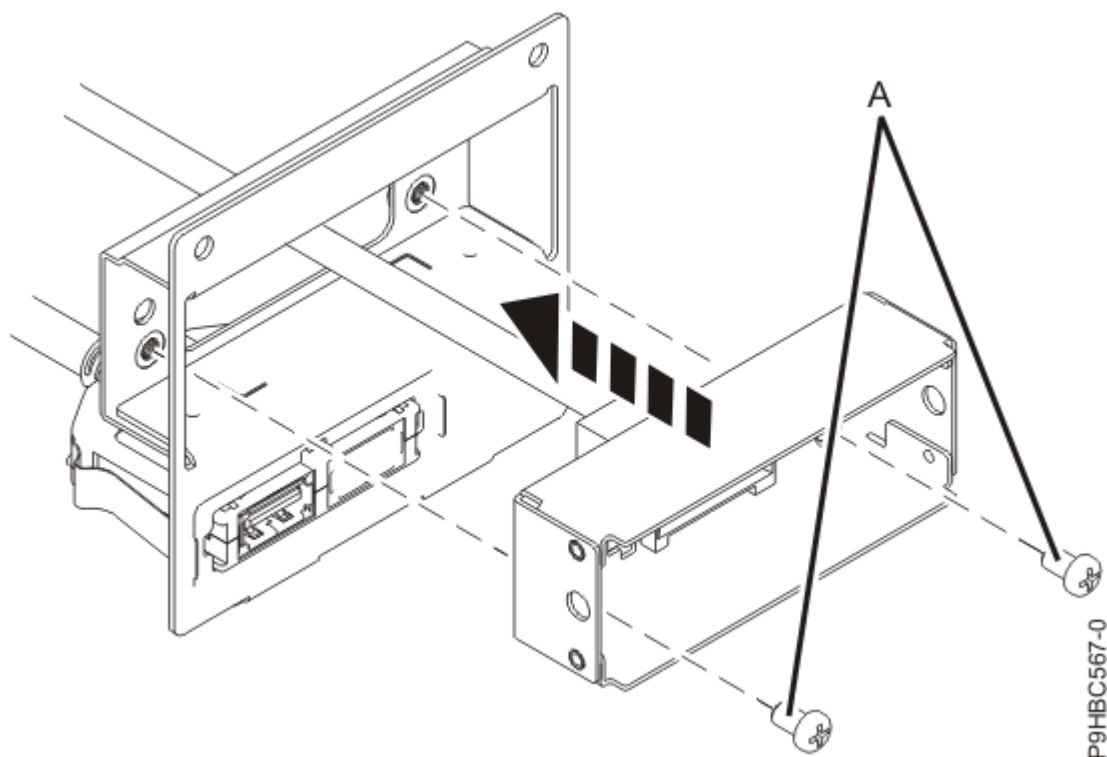

図 116. ラック・マウント型システムのハウジングへのコントロール・パネル・ディスプレイ・ケーブルの取り付け
2. ラック・マウント型システムの場合、2つのねじ **(A)** を使用して、コントロール・パネル・ディスプレイ・ケーブルをハウジングに取り付けます (121 ページの図 116 を参照)。